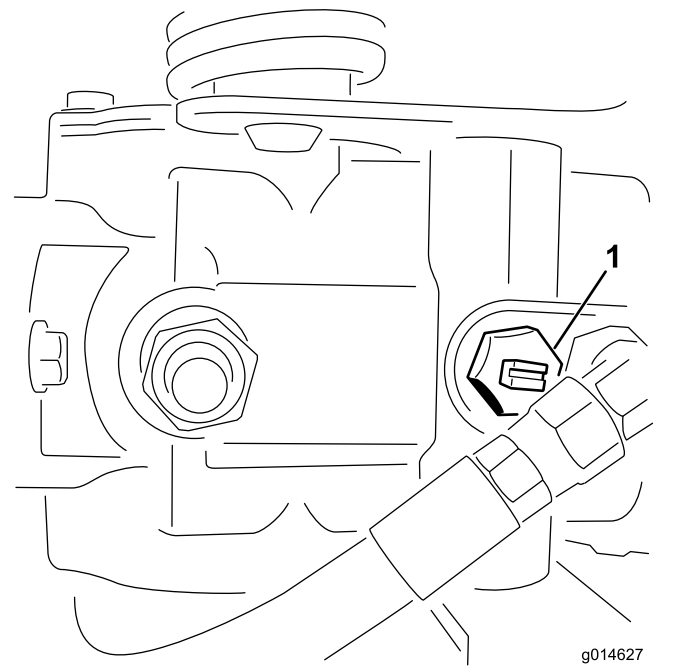

図 29
2. エンジンを始動する前に、必ずバイパスバルブを閉じる溝が横向きになる図 29。
1. 油圧ポンプについているバイパスバルブ図 29 の溝が「縦」になるようにバルブを回転させる。